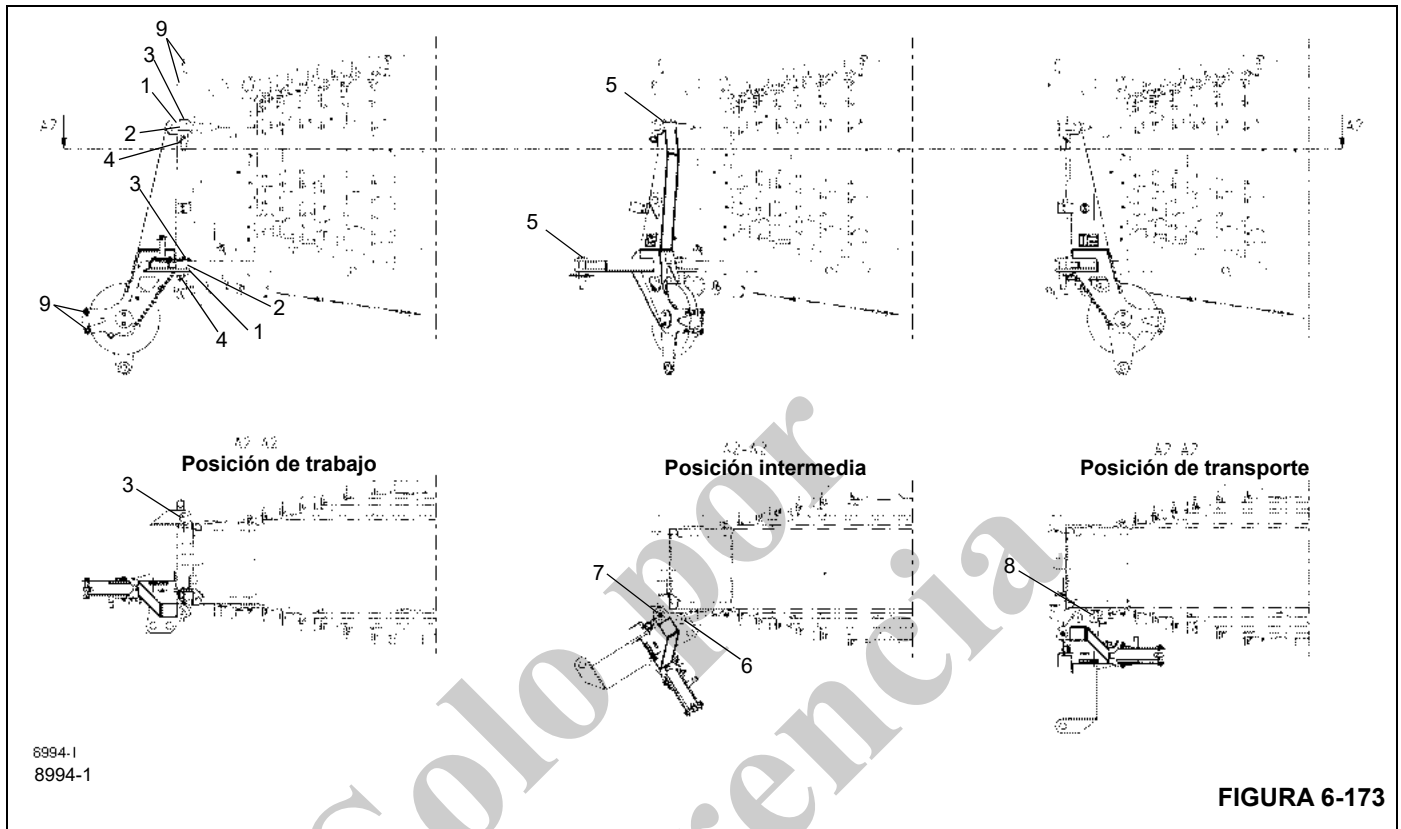

FIGURA 6-173
3. Alinee la punta de la pluma de polea única auxiliar de manera que las orejetas de fijación (1), (Figura 6-173), queden alineadas con las orejetas de fijación de la punta de la pluma (2), (Figura 6-173).
4. Asegure la punta de pluma de polea única auxiliar a la punta de pluma principal con pasadores (3), (Figura 6-173).
5. Asegure los pasadores (3), (Figura 6-173), con pinzas de retención (4), (Figura 6-173).
En la posición de trabajo, la punta de la pluma de polea única auxiliar está colocada delante de la cabeza de la pluma principal y fijada con tres pasadores (3), (Figura 6-173).
1. Retire las pinzas de retención y saque los pasadores (5), (Figura 6-173), de las orejetas en la parte delantera de la cabeza de pluma principal (Figura 6-173).
3. Inserte el pasador (6), (Figura 6-173), en las orejetas y asegure con la pinza de retención.
4. Retire la pinza de retención del pasador (7), (Figura 6-173), y quite el pasador.
5. Gire la punta de la pluma auxiliar más lejos, hacia el lado de la punta de la pluma principal. Inserte el pasador (8), (Figura 6-173), en las orejetas y asegure con la pinza de retención.
1. Retire la pinza de retención del pasador (8), (Figura 6-173), y retire el pasador de las orejetas.
2. Gire la punta de la pluma de polea única auxiliar hacia el lado frontal de la cabeza de pluma principal de modo que el pasador (7), (Figura 6-173), pueda insertarse y fijarse con una pinza de retención.
3. Retire la pinza de retención y el pasador (6), (Figura 6-173).
4. Gire la punta de pluma auxiliar a su posición en la parte frontal de la cabeza de la pluma principal. Inserte los pasadores (3), (Figura 6-173), en las orejetas y asegure con las pinzas de retención.
1. Retire las varillas de sujeción del cable de la cabeza de la pluma principal y de la punta de la pluma de polea única auxiliar (9), (Figura 6-173).